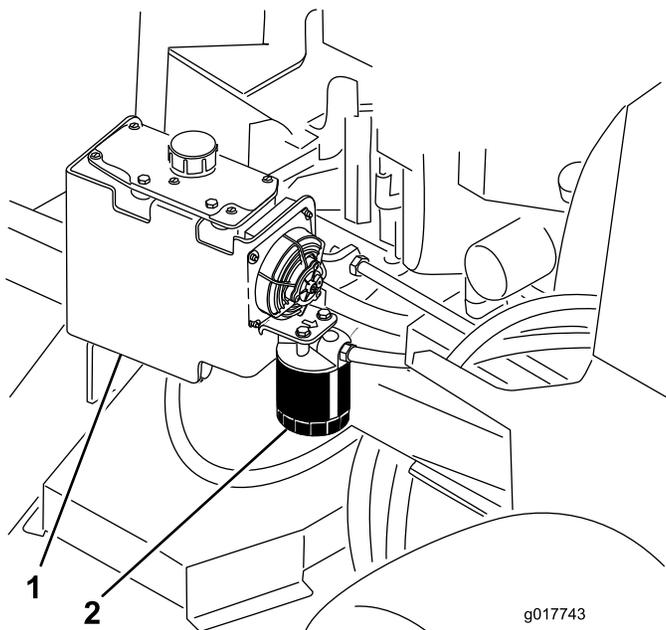

Figura 78
3. Localice el filtro y coloque un recipiente debajo del filtro (Figura 78).